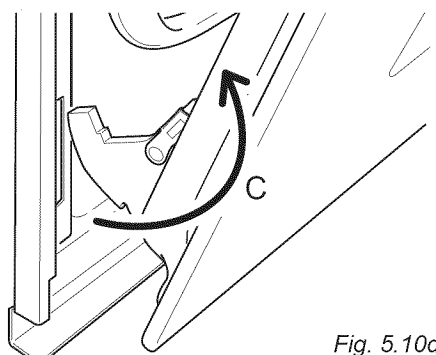

Fig. 5.10d
- Retirez les crochets des charnières de leur emplacement en suivant la flèche "C" (fig. 5.10d).